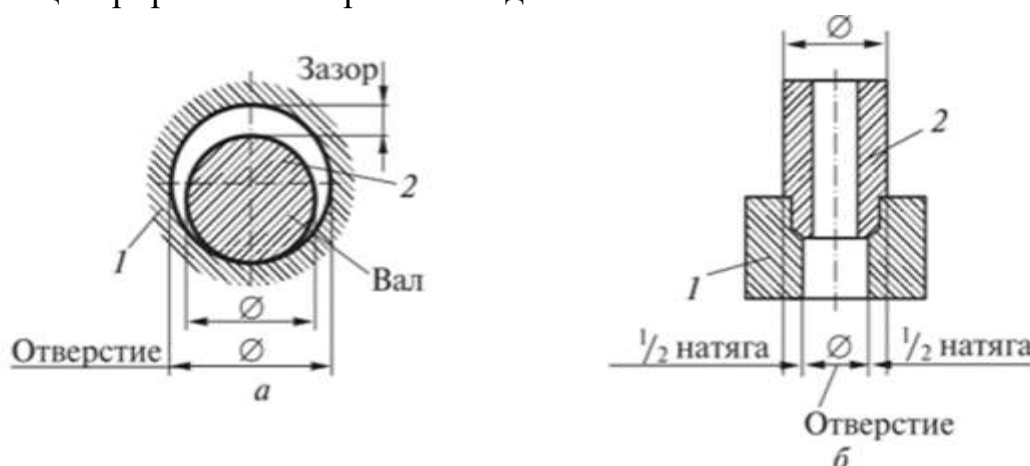

Рисунок 4.16 – Соединения деталей:
При сборке двух деталей, входящих одна в другую, различают внешнюю (охватывающую) и внутреннюю (охватываемую) поверхности (рис. 4.16). Для круглых тел *охватывающая* поверхность носит общее наименование отверстия, а *охватываемая* — вала. Соответствующие им размеры называют диаметром отверстия и диаметром вала.
- с зазором (рис. 4.16, а) — подвижные (диаметр отверстия больше диаметра вала), предназначены для соединений, в которых необходим гарантированный зазор;
- с натягом (рис. 4.16, б) — неподвижные (диаметр отверстия меньше диаметра вала) для соединений без дополнительного крепления их винтами, штифтами, шпонками и др.;